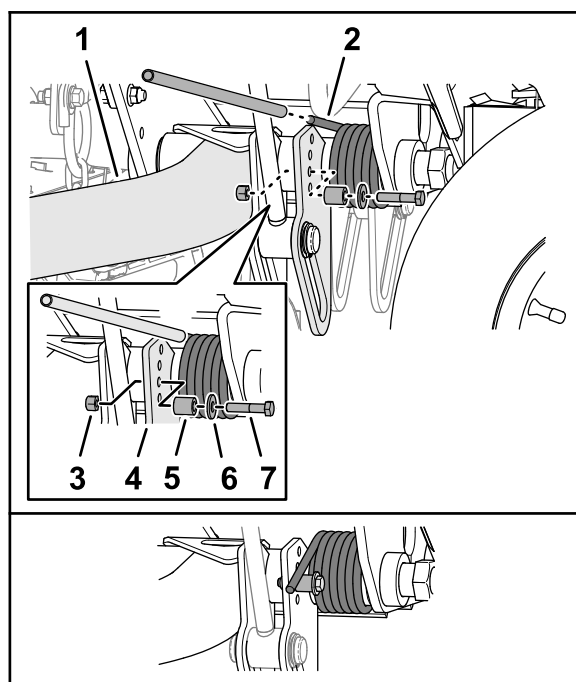

Figura 60
- Inserte un tubo o un objeto similar sobre la pata larga del muelle y eleve la pata del muelle para liberar la presión en el espaciador (Figura 60).
- Mientras sostiene el muelle, retire el perno, la arandela y la contratuerca de la placa de elevación (Figura 60).